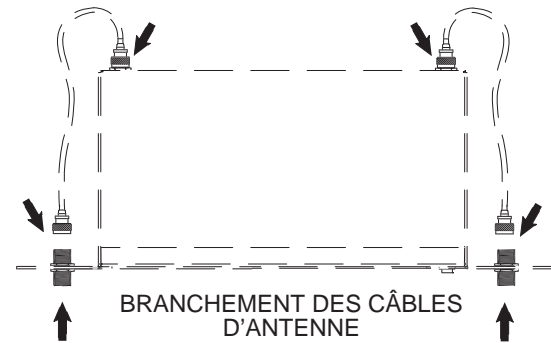

FIGURE 4
2. Brancher les câbles d'antenne fournis sur les entrées d'antenne du récepteur et aux adaptateurs. Voir la figure 4.